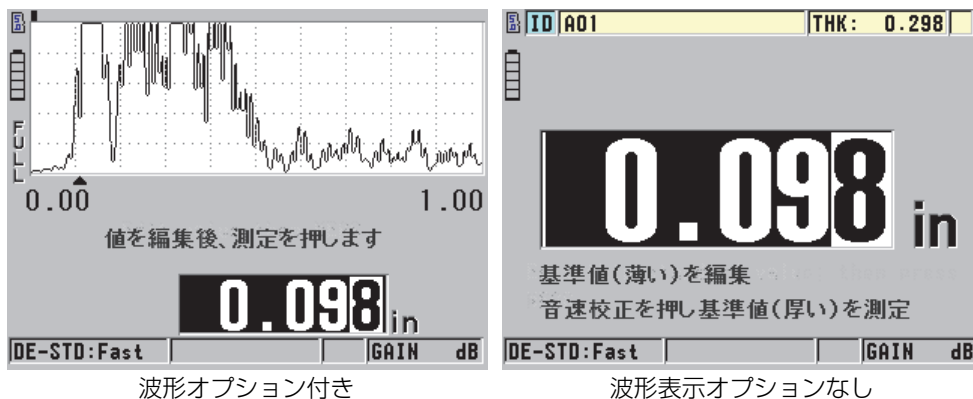

図 5-7 ステップ階段状試験片（薄い部分）による音速校正の実行
2. 波形表示オプション付き装置またはオプションなしの装置でゼロ校正を実行するには、次の操作を行います（59 ページの図 5-7 を参照）。